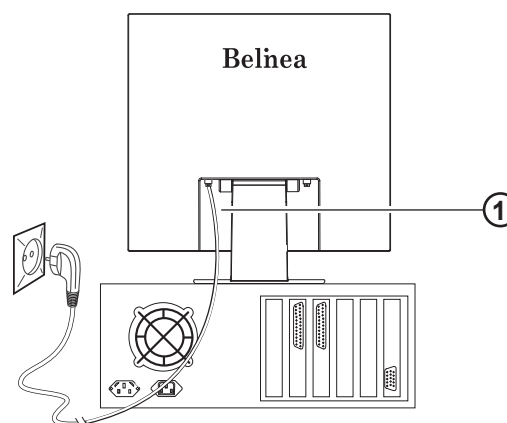

Figure 3. Raccordement du moniteur à la source d'alimentation électrique
Connectez le câble d'alimentation électrique (① à la fig. 3) au moniteur d'une part, et à une prise électrique murale avec mise à la terre d'autre part.